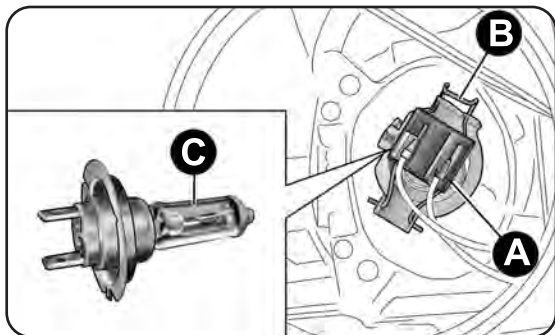

fig. 133
- sfilà il connettore A-fig. 133, premi in avanti la linguetta B e successivamente sgancia la spingendola verso l'interno vettura;